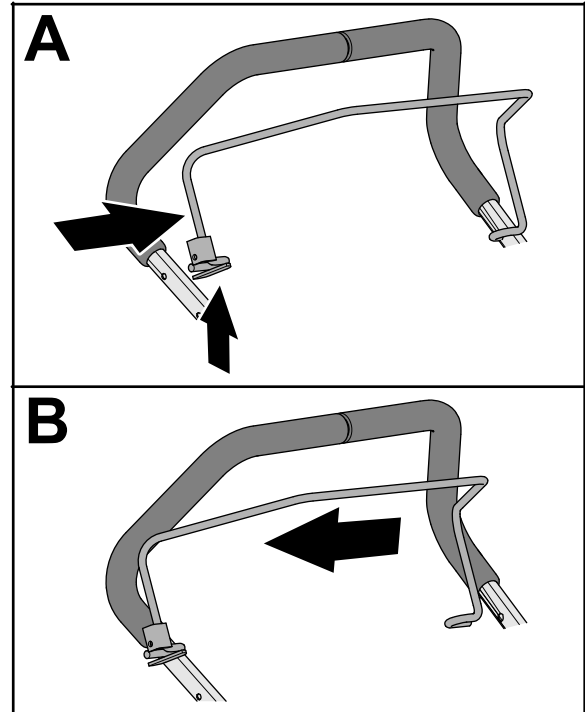

Bild 10
2. Drücken Sie die Seite des Schaltbuegels zusammen, bis Sie ihn vom oberen Holm abnehmen können, und nehmen Sie den Schaltbuegel von der Maschine ab (Bild 10).